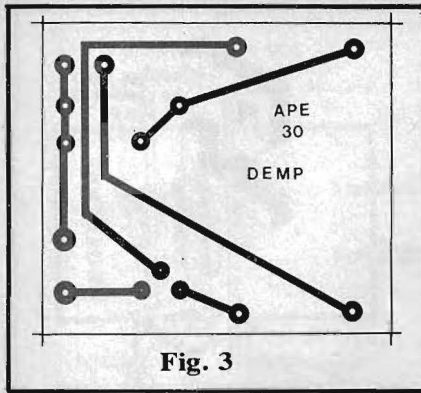

Fig. 3
- **FIG. 3** - A plaquinha de Circuito Impresso específica para o DEMP é de confecção facilíssima, tendo seu **lay out**, em escala 1:1, na figura. São muito poucas as ilhas e pistas e bastam os cuidados mínimos e elementares, para realizar a dita placa com perfeição... De